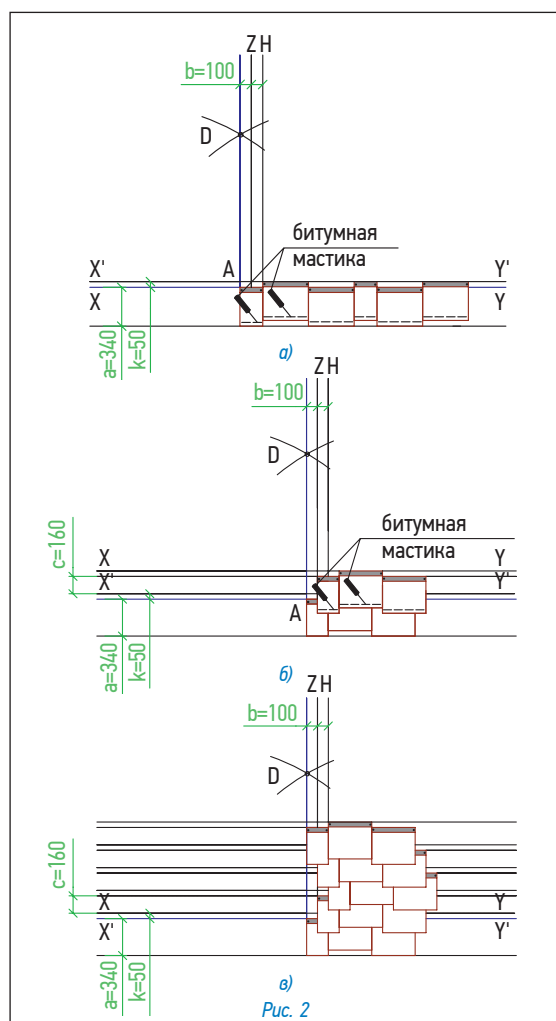

Рис. 2
Укладка материала (рис. 2)
- листы второго ряда черепицы укладываются от линии Z, их верхний край выравнивается по линиям, параллельным XY; каждый лист фиксируется двумя гвоздями (рис. 2б);
- третий ряд укладывается от линии H, четвертый — от линии Z, пятый — от линии AD, (рис. 2в);